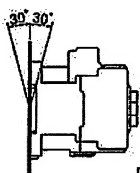

図1
- (1) 湿気、じんあい、振動の少ない所に設置してください。
- (2) 垂直面に取付けてください。許容傾斜角度は30°以内です。（図1）